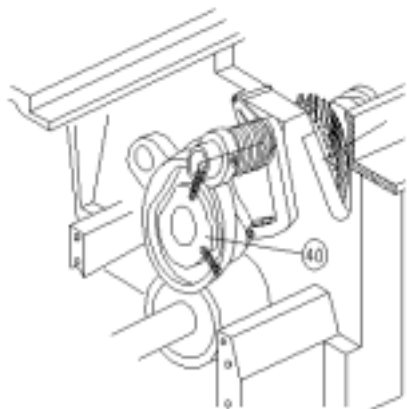
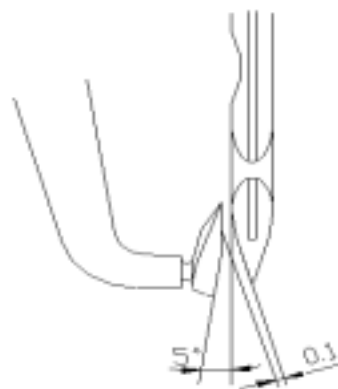
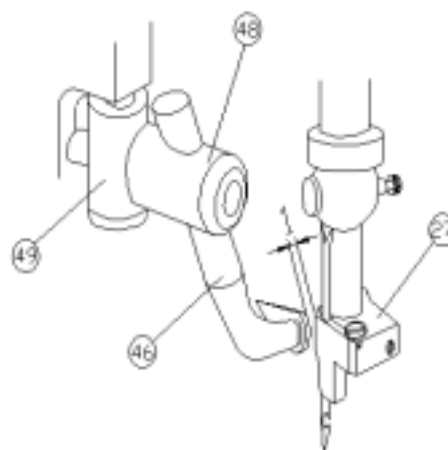

FIG. 19
FIG. 21
FIG. 22
Tournez la main roue afin qu'il déplace la deuxième épingle du goujon de la came de la tension (40, FIG. 19), dans la direction de rotation, après avoir arrangé précédemment la came dans une place verticale en ce qui concerne l'avion de la machine. Avec la came (40) dans cette place apportez la deuxième épingle du goujon, dans la direction de rotation, du bras. Temporairement bloquez l'épingle du goujon dans cette place comme cet ajustement sert comme préparation pour synchroniser. Montez le crochet supérieur (46), placer sa pointe approximativement 16.3mm du niveau de la plaque de la gorge. La pointe du crochet devrait être inclinée à un angle d'approximativement 5°to l'aiguille dans l'ordre pour éviter toute possibilité de l'aiguille qui casse pendant son coup du retour. FIG. 21. Cela est fait en tournant le crochet dans son détenteur (48). FIG. 22. Les recettes du crochet supérieures à sa dévisageant place au deuxième cycle. Rester dans le deuxième cycle, tournez la roue de la main donc comme apporter le dos de la pince de la structure. Cela est fait en déplaçant le détenteur du crochet (48) avancé et en arrière dans son support (49). FIG. 22.